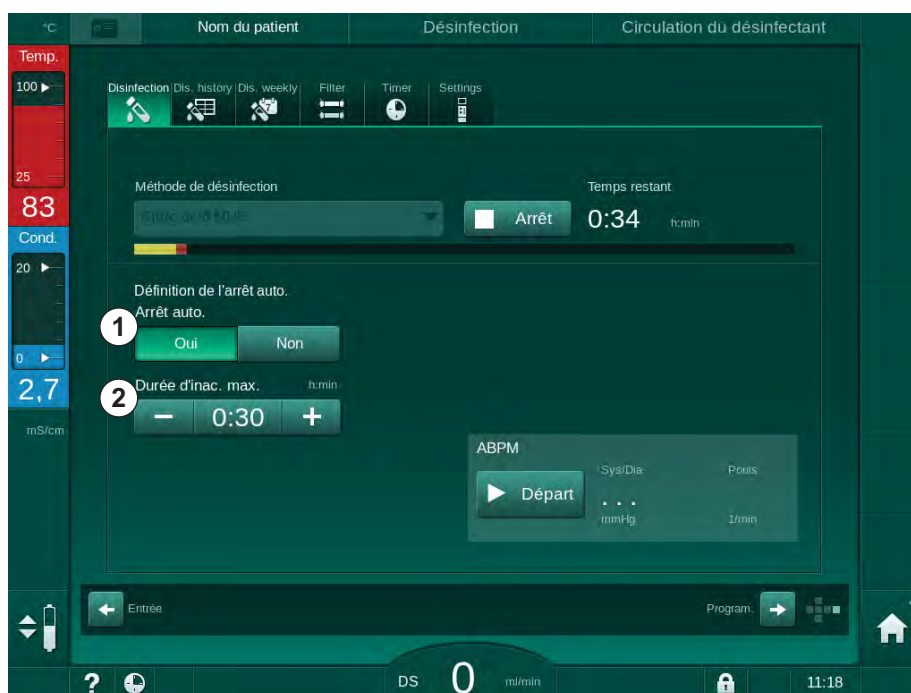

Fig. 7-15 Désinfection en cours - *Arrêt auto* activé
Après la sélection de l'écran de désinfection, le réglage prédéfini pour *Arrêt auto* (*Oui* ou *Non* ainsi que la durée d'inactivité maximale si *Oui*) sont indiqués. Le réglage de la fonction peut être modifié à chaque fois avant ou après le démarrage de la désinfection en touchant *Arrêt auto, Oui* ou *Non* (Fig. 7-15, ①).